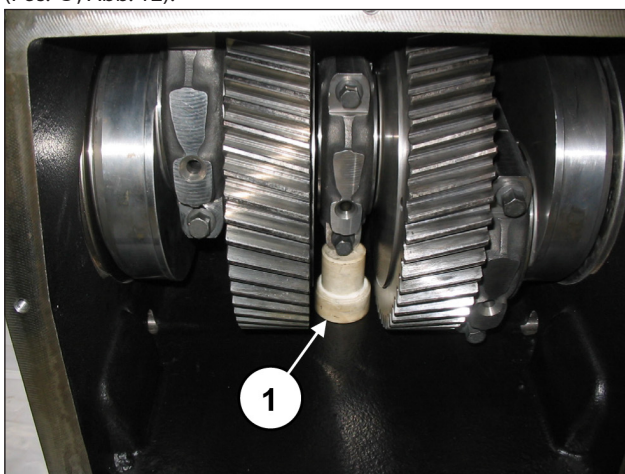

Abb. 12
Setzen Sie eine Passscheibe unter den Schaft der mittleren Pleuelstange, um die Drehung der Kurbelwelle zu kontern (Pos. ①, Abb. 12).